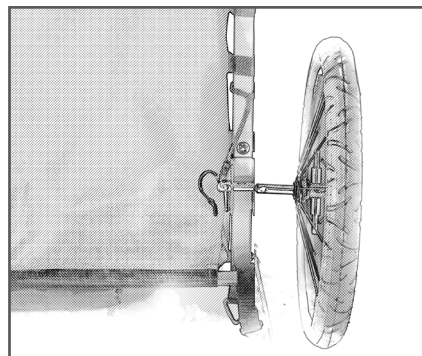

図9
2. 穴の横にあるスタブ車軸付きのホイールを左ホイール・ブラケットに取り付けます (図9)。